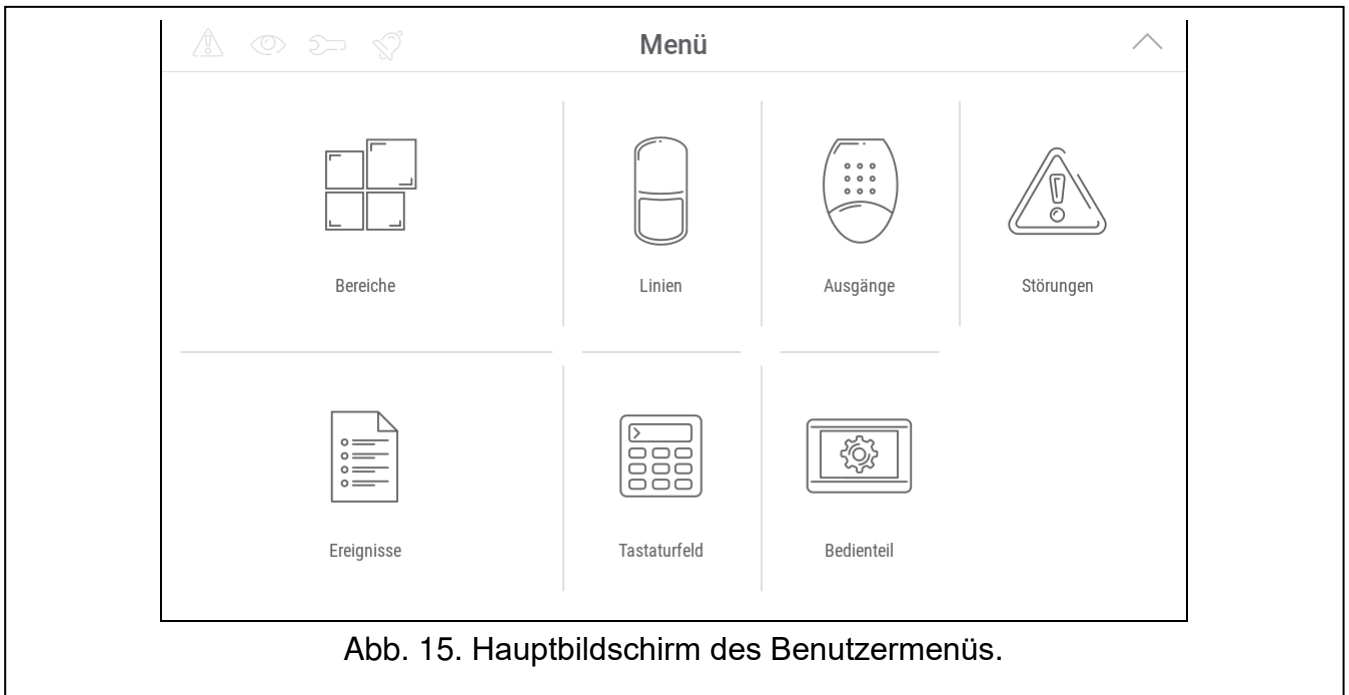

Abb. 15. Hauptbildschirm des Benutzermenüs.
3. Geben Sie den Servicecode ein (werkseitig 12345) und tippen Sie auf . Es wird der Hauptbildschirm des Benutzermenüs angezeigt (Abb. 15).